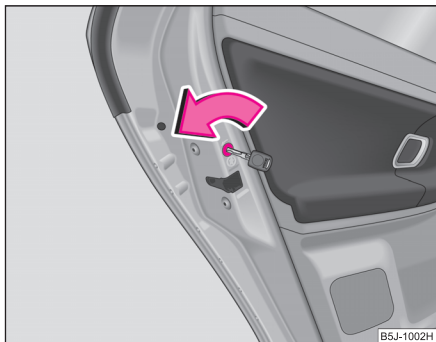

Abb. 21 Kindersicherung an den hinteren Türen
- Drehen Sie mit dem Fahrzeugschlüssel den Schlitz an der hinteren Tür in Pfeilrichtung ⇒ Abb. 21.